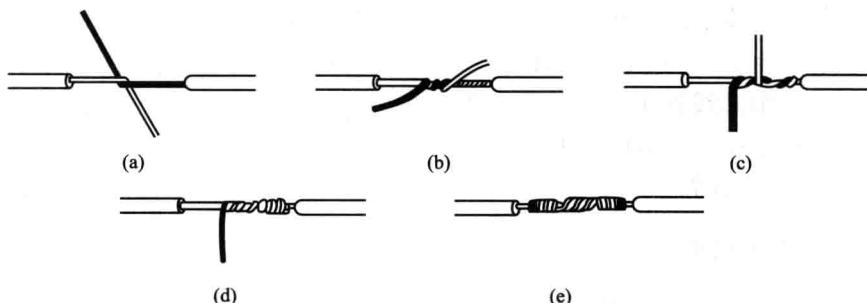

图 1-11 单股铜芯导线的直接连接
- ① 把两根线头在离芯线根部  $1/3$  处呈 X 状交叉，如图 1-11 (a) 所示。
- ② 把两根线头如麻花状互相紧绞两圈，如图 1-11 (b) 所示。
- ③ 先把一根线头扳起，与另一根处于下边的线头保持垂直。如图 1-11 (c) 所示。
- ④ 把扳起的线头各自按顺时针方向在另一根线头上紧缠 6~8 圈，圈间不应有缝隙，且应垂直排绕。缠毕切去芯线余端，并钳平切口，不准留有切口毛刺。如图 1-11 (d) 所示。